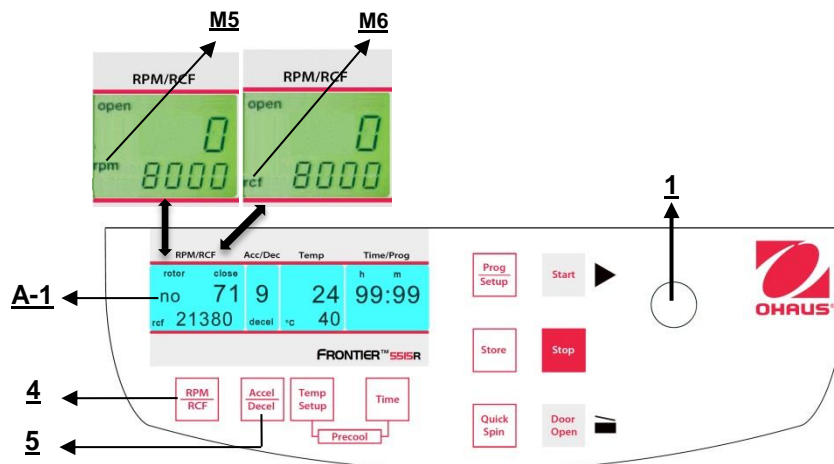

Figura 16
Questa preselezione è attivata mediante il tasto **"RPM | RCF"** (4) (fare riferimento alla figura 16 qui di seguito). Premendo una volta il tasto, la parola **"rpm"** (M5) lampeggia. Premendo due volte il tasto, è possibile selezionare la preselezione delle forze centrifughe. Poi compare la parola **"rcf"** (M6) lampeggiante. E' possibile impostare i valori desiderati mediante la manopola di regolazione (1). Nel display (A-1), il valore regolato è visualizzato in permanenza, prima, durante e dopo il funzionamento.